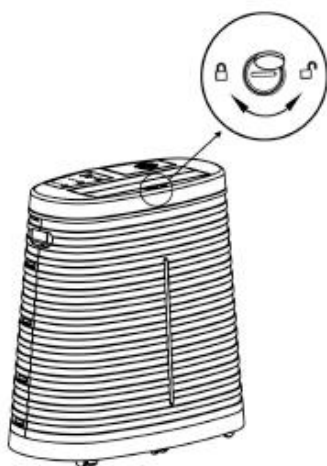

Figure.3
- Lukk opp toppdekselet (fig 3).